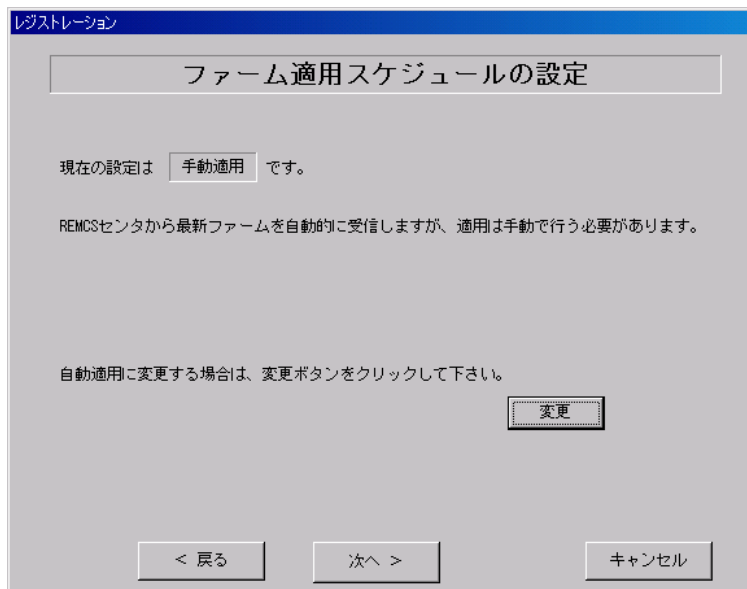

図 4-65 ファーム修正適用のスケジュール設定(管理サーバ接続)
- 11** ファーム修正適用のスケジュールを設定します(図 4-65、表 4-37)。手動適用/自動適用のいずれかを指定できます。[変更]をクリックしてご希望の適用方法に合わせてください。